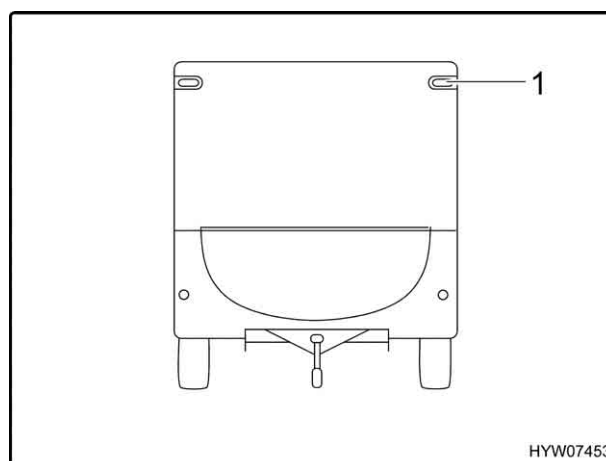

Fig. 117 Luci frontali
- Svitare le viti degli involucri (Fig. 117,1).